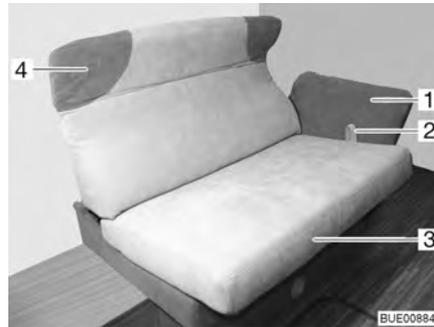

Fig. 78 Regolazione del divano
- Tirare l'asola (Fig. 78,2) verso l'alto e il piano di seduta (Fig. 78,3) sulle guide con cautela verso il centro fino all'arresto.
- Afferrare il cuscino per la nuca (Fig. 78,4) con entrambe le mani e inclinare con cautela verso l'alto o il basso fino alla posizione desiderata.
- Afferrare il bracciolo (Fig. 78,1) con entrambe le mani e inclinare con cautela verso l'alto o il basso fino alla posizione desiderata.